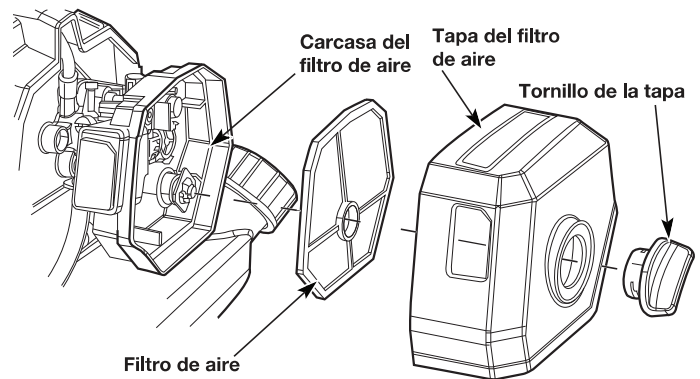

Fig. 23
1. Desenrosque el tornillo de la carcasa. Retire la tapa del filtro de aire de la caja (Fig.23).
4. Vuelva a colocar el filtro de aire en la caja (Fig.23).
5. Inserte la pestaña que tiene la tapa del filtro en el orificio que tiene la caja. Empuje la tapa sobre la caja del filtro. Coloque el tornillo de la carcasa en la tapa. Ajuste el tornillo para afirmar la tapa del filtro (Fig.23).